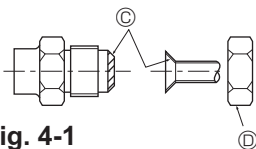

Fig. 4-1
Ⓐ (Fig. 4-1)
Ⓑ (Fig. 4-1)
4.2. Σωλήνες σύνδεσης (Fig. 4-1)